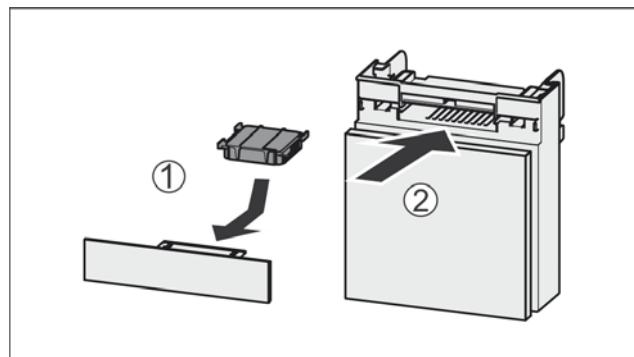

Fig. 53
- Установите фильтр с активированным углем, как показано на рисунке Fig. 53 (1).
- Вставьте отделение Fig. 53 (2).